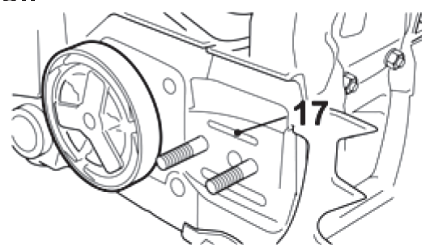

Fig. 45
- > Compruebe que el orificio de lubricación (17) no esté obstruido y límpielo si es necesario para asegurar una lubricación adecuada de la barra guía y la cadena de la sierra durante el funcionamiento. Utilice un cable blando lo suficientemente pequeño como para insertarlo en el orificio de descarga de aceite (Fig. 45).